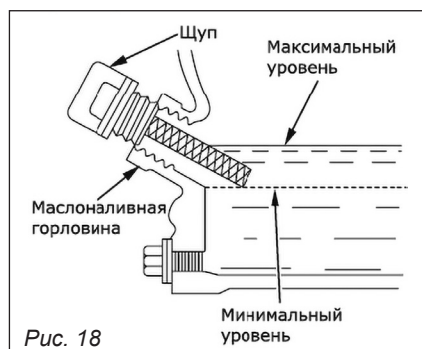

Рис. 18
2. Открутите крышку маслналивной горловины и протрите щуп тряпкой (рис. 18).